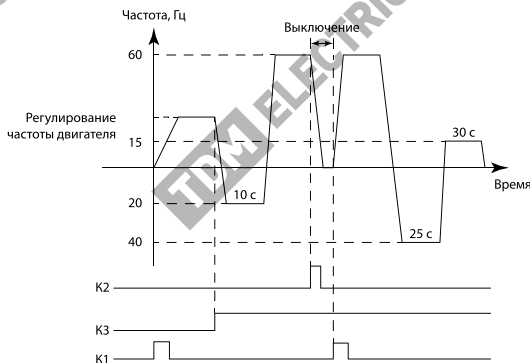

Рисунок 37. Управление частотой двигателя при использовании PLC
4. Если P500=0, то выполнение программы начнется сначала. Программа PLC будет выполняться в течение одного цикла, а затем ее выполнение прекратится (рис. 37).